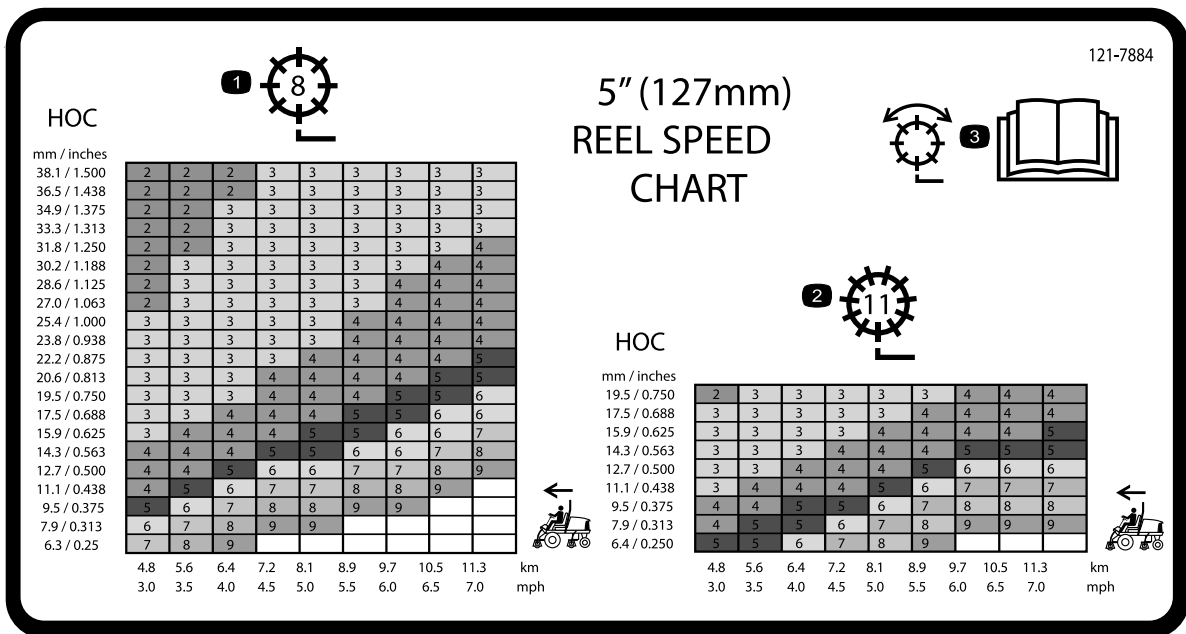
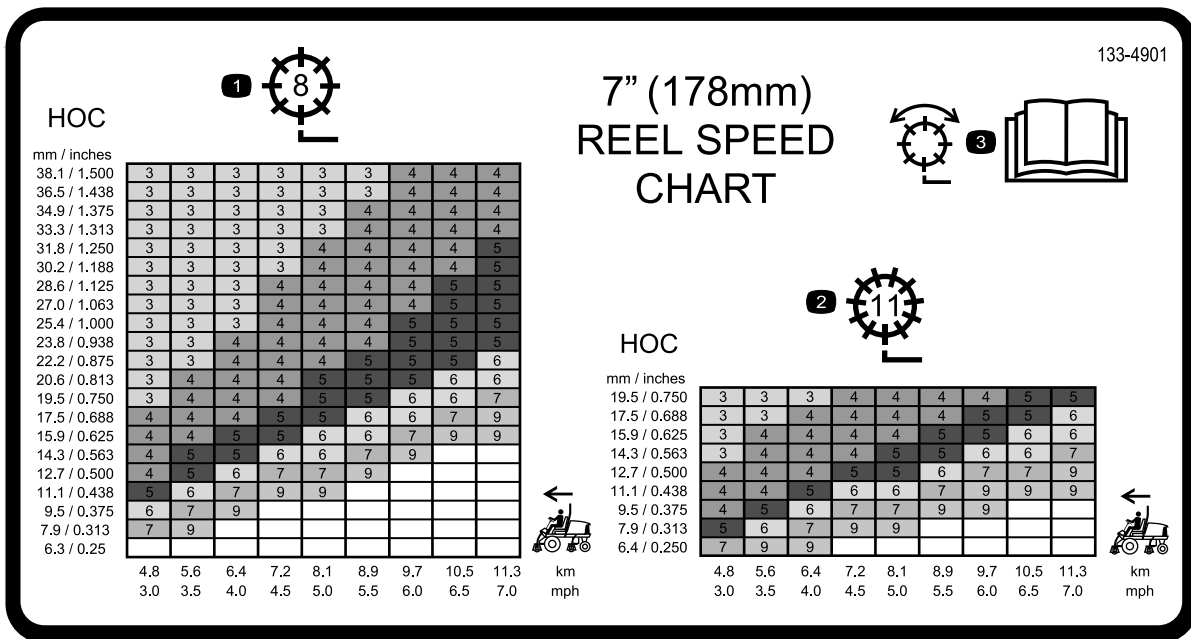

Figura 31
Figura 32
3. Consulte el gráfico de la pegatina que contiene la tabla de velocidades de los molinetes (Figura 31 y Figura 32) para determinar el ajuste correcto de los molinetes.